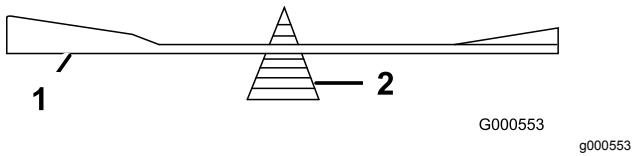

Figure 83
2. Vérifiez l'équilibre de la lame en la plaçant sur un équilibrage (Figure 83).